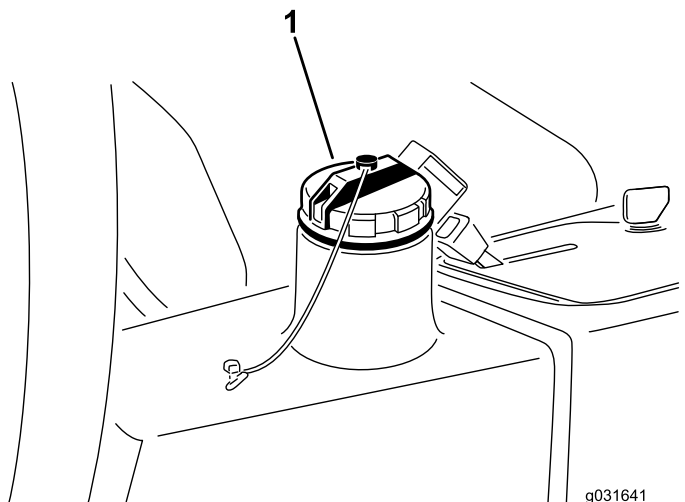

Рисунок 67
- Залейте в бак (Рисунок 67) приблизительно 13,2 литра гидравлической жидкости; см. разделы Характеристики гидравлической жидкости (страница 59) и Проверка уровня гидравлической жидкости (страница 60).